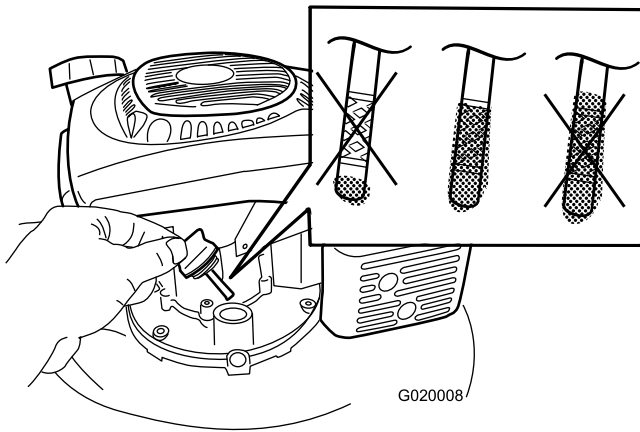

Figure 23
8. Sortez de nouveau la jauge et vérifiez le niveau d'huile (Figure 23).